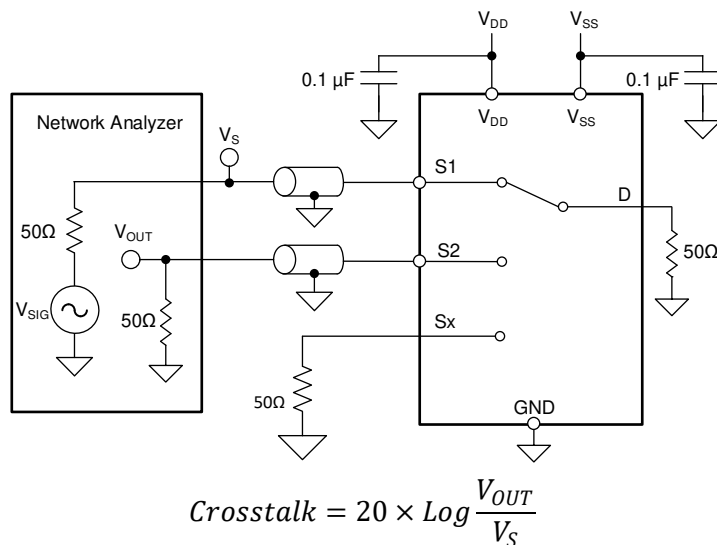

図 7-11. クロストーク測定時の設定
クロストークは、オンチャネルのソース ピン (Sx) に信号が印加された場合に、他のチャネルのドレイン ピン (D) に現れる信号の比率として定義されます。図 7-11 に、クロストークの測定を行う際のセットアップと、クロストークの計算に使用する式を示します。